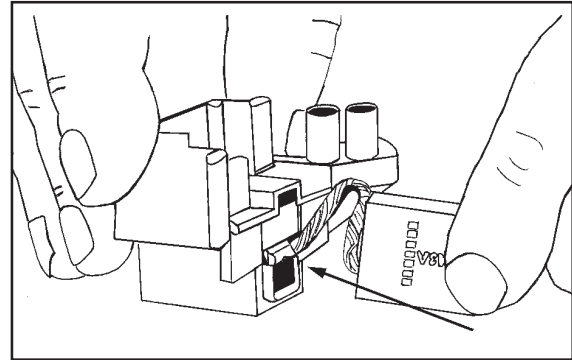

Figura 14
7. Para colocar una escobilla de carbono nueva, tome el terminal sobre el cable de desviación junto al resorte y la guía del soporte de la escobilla. Tenga cuidado para no dañar el resorte. Consulte la figura 14.